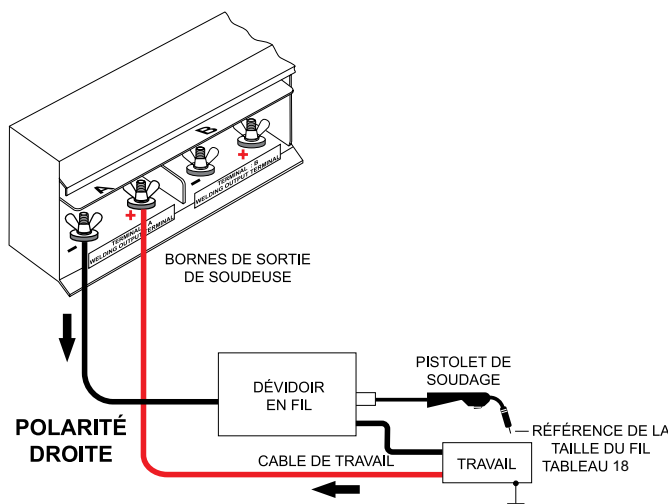

**Figure 18. Configuration CV (dévidoir de fil)**
Un dévidoir de fil (Figure 18) peut être utilisé en mode CV. Le dévidoir de fil utilise la puissance de sortie des bornes de soudage CC. Consulter les instructions du fabricant lors de la connexion du dévidoir au soudeur-générateur.
1. Connecter les câbles de soudage du soudeur-générateur au dévidoir de fil comme indiqué dans Figure 18.